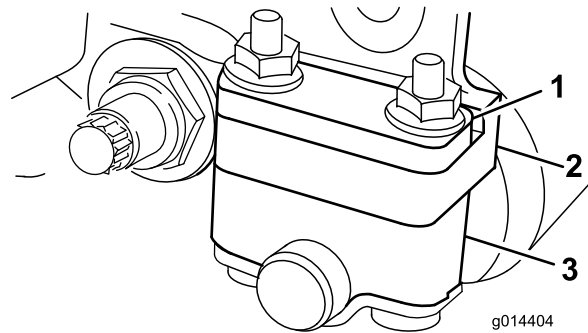
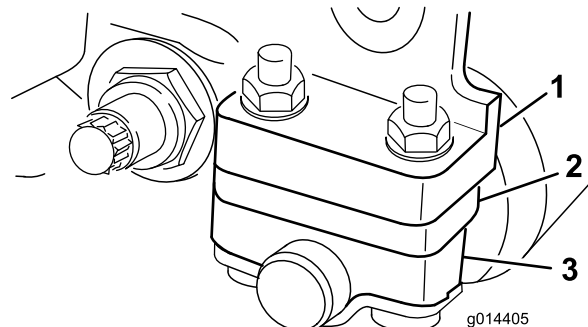

Figura 6
Figura 7
1. Ajuste os suportes do rolo traseiro para a posição baixa ou elevada, dependendo dos limites de altura de corte desejados (Figura 6 ou Figura 7).
Posicione o espaçador acima do flange de montagem da placa lateral (definição de origem) se as definições da altura de corte variarem entre 1,6 e 6 mm (Figura 6).
Posicione o espaçador abaixo do flange de montagem da placa lateral se as definições da altura de corte variarem entre 3 e 25 mm (Figura 7).